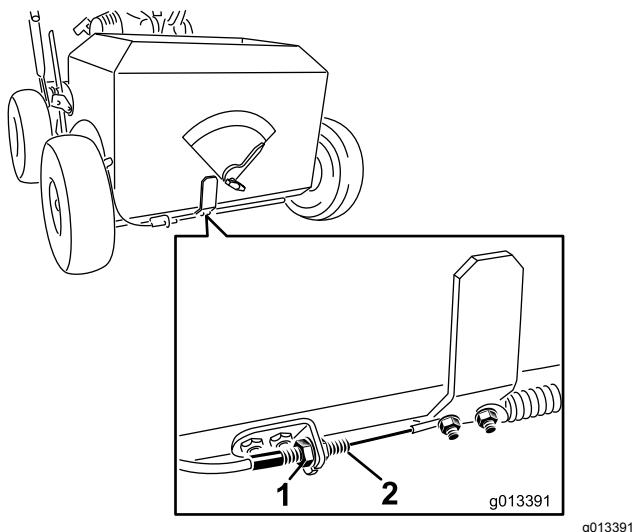

Figura 28
4. Afloje las tuercas del cable de control de la trampilla de las semillas (ver Figura 28).